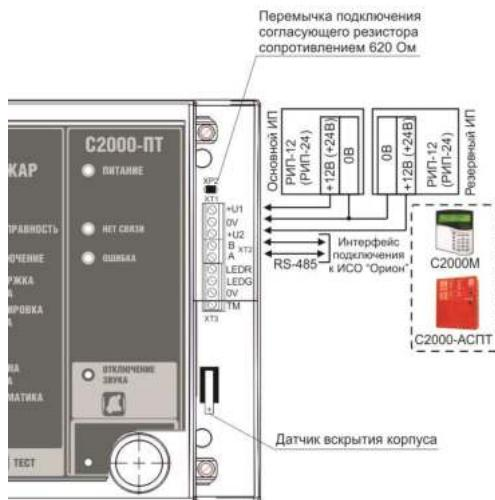

Рисунок 2. Схема внешних соединений блока «C2000-ПТ»
2.2.1 Подсоедините кабели к клеммам в соответствии с рис. 2.
2.2.5 Если блок не является последним в линии интерфейса RS-485, удалите перемычку, расположенную на плате блока (рис. 2).